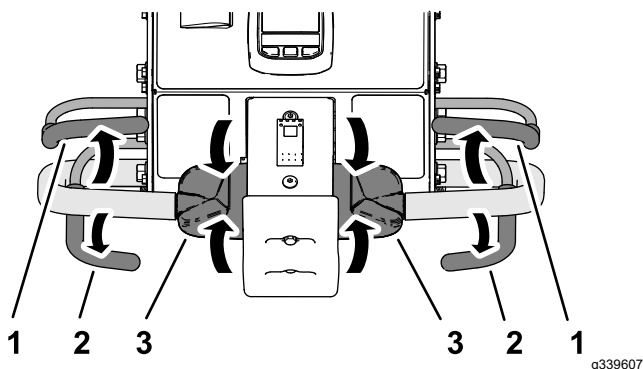

Figura 86
1. Se state effettuando l'arieggiatura, rilasciate la barra di arieggiatura (**Figura 86**) per sollevare la testa di carotaggio; fate riferimento a Sollevamento della testa di carotaggio \(pagina 50\).